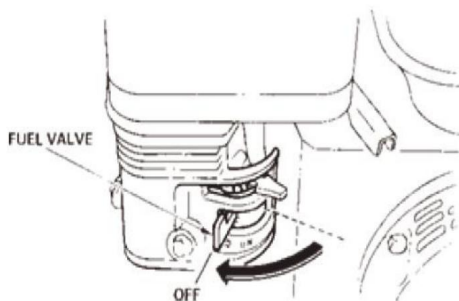

FIG.13
10.3 Stäng bränsleavstängningsventilen (FIG. 13) genom att flytta bränsleventilspaken till AV-läget.